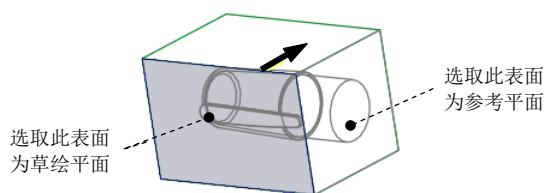

图 7.36 定义草绘平面
(1) 定义草绘截面放置属性。在图形区右击，从系统弹出的菜单中选择**定义内部草绘...**命令；在系统**选择一个平面或曲面以定义草绘平面。**的提示下，选取图 7.36 所示的坯料表面为草绘平面，接受默认的箭头方向为草绘视图方向，然后选取图 7.36 所示的坯料侧面为参考平面，方向为**右**。单击**草绘**按钮，进入草绘环境。